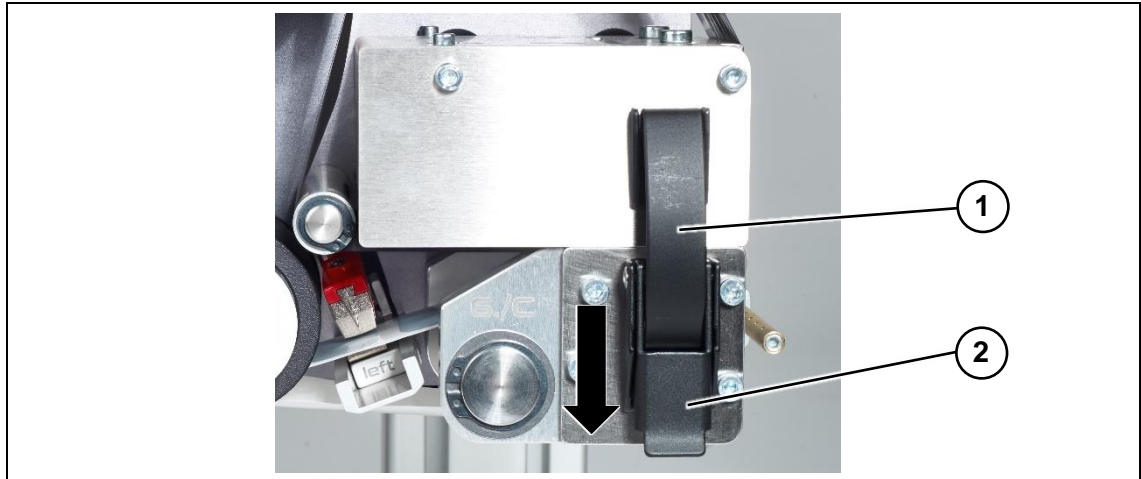

Abbildung 31 Druckkopf öffnen
- 3 Entspannen Sie den Druckkopf vor einem Drucktest kurz, indem Sie ihn öffnen und wieder schließen (siehe Abbildung 31).
- 3 Schließen Sie den Druckkopf mit Hilfe des Spannverschlusses (Abbildung 31, Pos. 1).